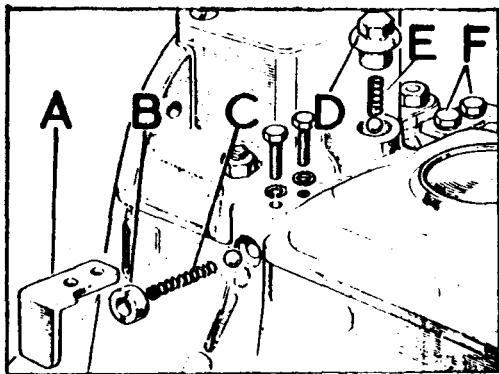
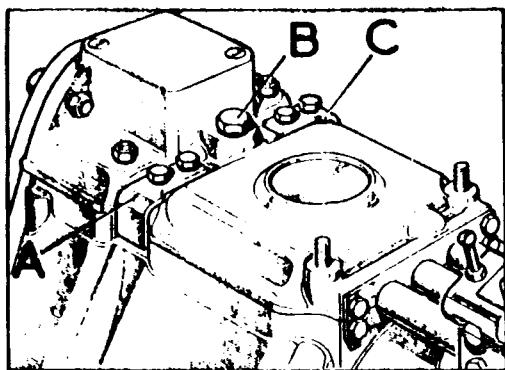

Fig. C-82 Muelles y bolas de las barras correderas
Fig. C-86 Tapa de la caja de velocidades
- 1.3. Retirar los elementos de fijación, F y , (Fig. C-82) de los muelles de los ejes selectores y extraer la placa, A, los retenes de caucho, B, y los muelles C y E. Rellenar los agujeros de la tapa con grasa y evitar que las bolas puedan caer al interior de la caja cuando se quite la tapa.
- 2.5. Montar la tapa de la caja, bolas-fiador, muelles, retén de caucho, B (Fig. C-82) y placa-retén, A. Observese que el muelle de retenida del eje selector de marcha atrás es más fuerte y ligeramente más grueso que los demás, y que la muesca de la parte superior de las placas de retenida debe quedar hacia la parte delantera de la caja de velocidades (Fig. C-86).